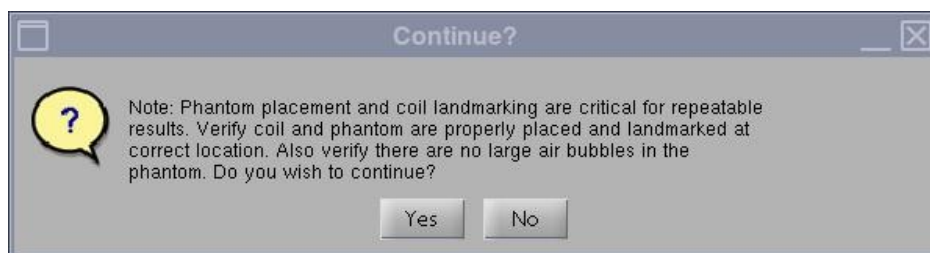

Fig. 4
3. La început, va apărea următoarea Observație: „Phantom placement and coil landmarking are critical for repeatable results” (Amplasarea fantomei de calibrare și alinierea cu marcasele bobinei sunt esențiale pentru obținerea unor rezultate repetabile). Dacă bobina a fost aliniată corect și în fantoma de calibrare nu există bule de aer, faceți clic pe **[Yes]** (Da) pentru a continua. (Fig. 4).